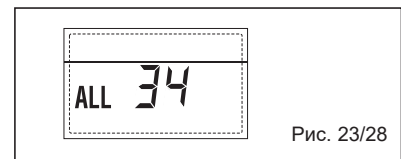

Рис. 23/28
– НЕПОЛАДКА КОММУНИКАЦИИ СХЕМ RS-485 МЕЖДУ СОБОЙ “ALL 35” (Рис. 23/29)